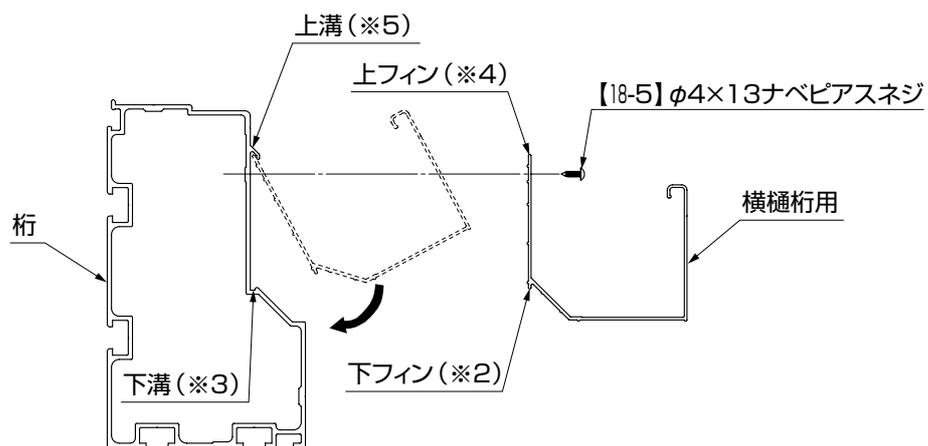

図10-2
- 横樋用の上フィン(※4)を桁の上溝(※5)に下から入れ、横樋用の下フィン(※2)を桁の下溝(※3)にひっかけるように取付けてください。(図10-2参照)